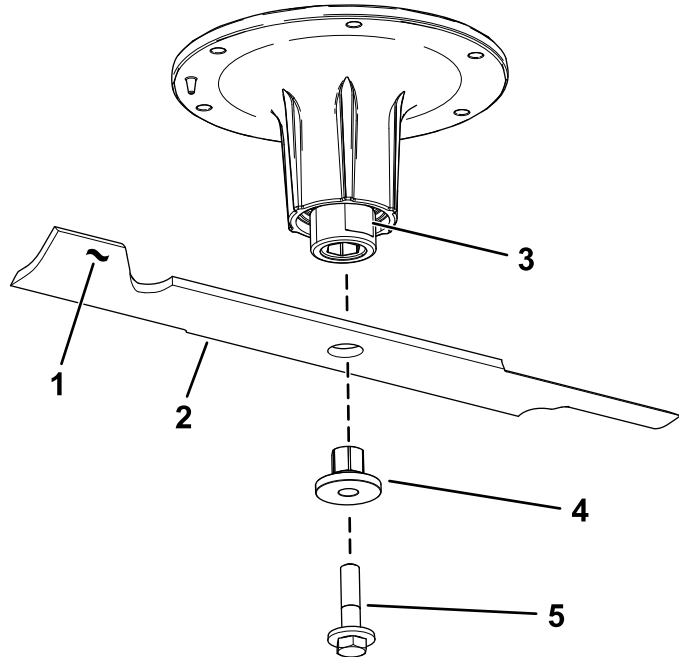

Figura 77
2. Retire el perno de la cuchilla, el casquillo y la cuchilla del eje (Figura 77).